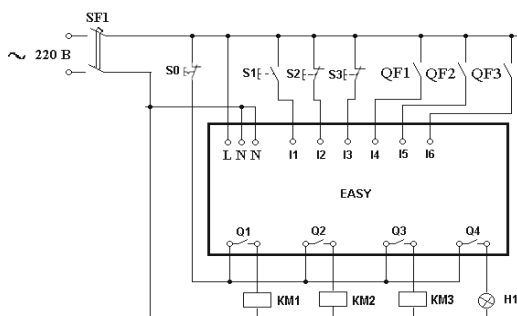

Рис. 9.36. Цепи управления реле EASY
Схема подключения. На рис. 9.36. показано подключение ко входам реле EASY следующих контактов: S0 – аварийная остановка, S1 – кнопка «Пуск», S2 – кнопка «Стоп», S3 – кнопка «Быстрая остановка», QF1 – QF3 – вспомогательные контакты автоматических выключателей двигателей М1 – М3, КМ1 – КМ3 – контакторы включения двигателей М1 – М3, Н1 – лампочка индикации, SF1 – автоматический выключатель.
Перейти в режим **Имитация**. В панели инструментов во вкладке **Принцип работы I/R** установить контакты I1 – I6 в соответствии со схемой, приведенной на рис. 9.36. Щелчком по кнопке **Показание** выбрать в открывшемся меню вывод на индикацию выходов реле (Q). Открыть вкладку **Входы I** и включить выполнение режима **Имитация**. Щелкая по изображениям контактов I1 – I6 во вкладке **Входы I**, наблюдать в панели свойств включение и выключение выходов Q1 – Q4 и проанализировать их соответствие ожидаемому режиму работы конвейерных лент.